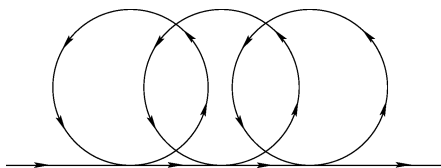

图 1-23 摆线示意图
(1) 平行铣削 平行铣削是最常用的走刀方式, 采用平行扫描线的形式对多张曲面构成的模型进行加工, 如汽车覆盖件模具加工。
(2) 环形铣削 同时对多个曲面进行加工的计算方法, 其走刀路线是以外轮廓的形状由外向内进行走刀。
(3) 摆线走刀 摆线走刀是高速加工典型的刀位轨迹策略, 摆线相当于一个圆沿着一条曲线作纯滚动时, 圆上某一固定点的轨迹, 如图 1-23 所示。采用这种刀具轨迹是刀具在切削时距某条曲线保持一个恒定的半径, 从而可使进给速度在加工过程中保持不变, 刀具寿命较长。